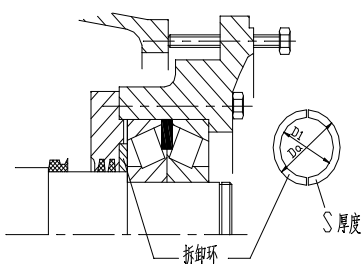

图 12
3) 松开均匀分布的螺栓 6，在轴承内压盖与轴承之间放入分半拆卸环（见图 12），如果没有拆卸环，也可以用机同厚度的多个小平键代替，然后重新均匀地上紧螺栓 6。用拆卸前轴承的方法，将后轴承体、轴承内盖、轴承一齐拆下。